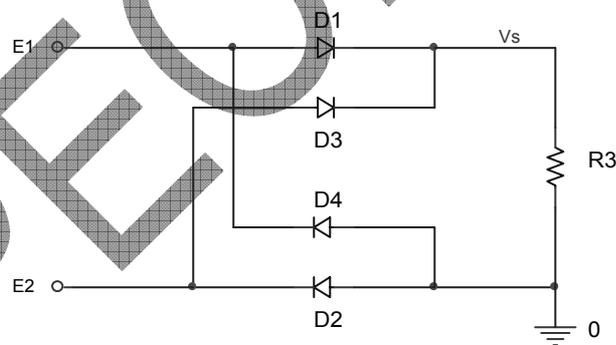

fig.8
- 2.3.1.1 Réaliser le schéma de la figure 8.